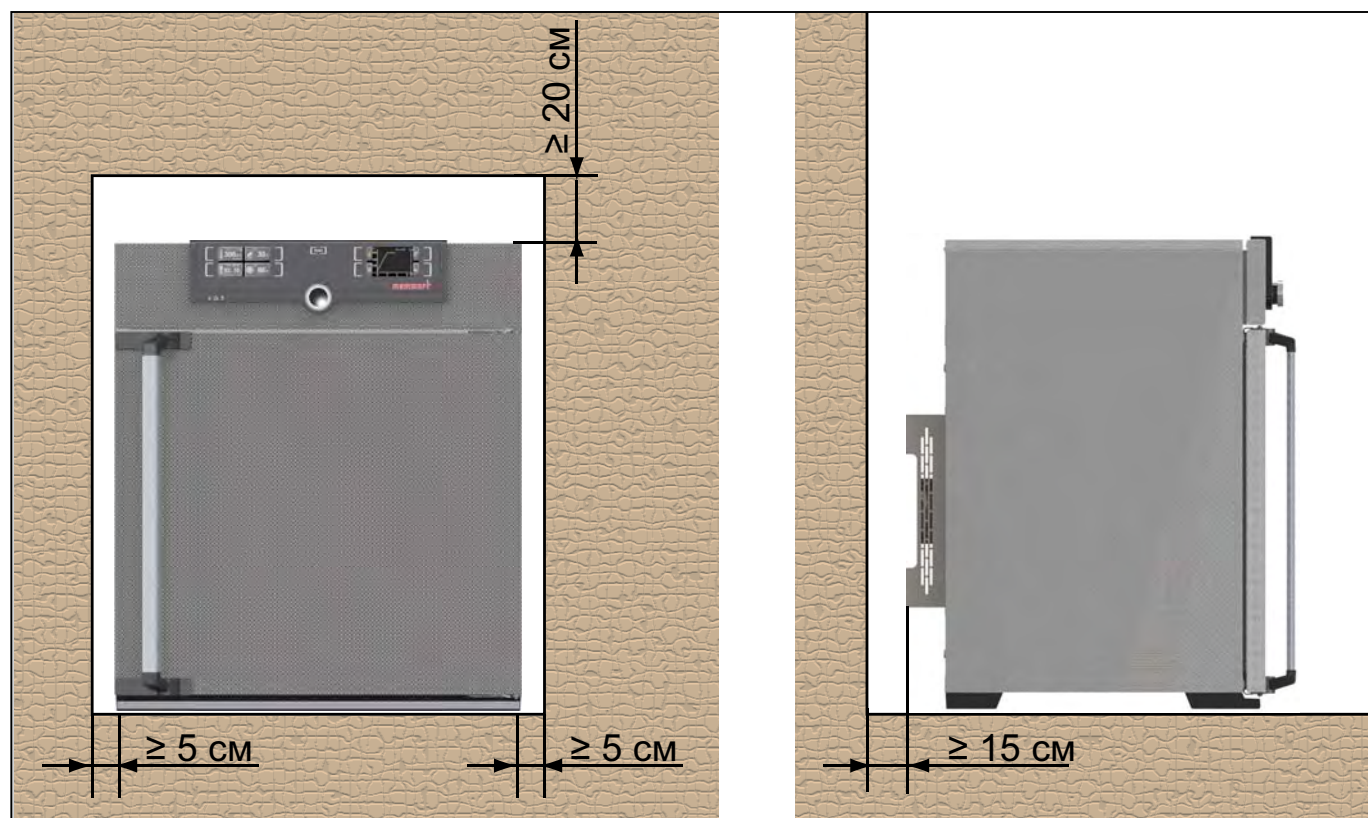

Рис. 9 Минимальные расстояния до стен и потолка
Расстояние между стеной и задней стенкой устройства должно быть не менее 15 см. Расстояние от устройства до потолка должно быть не менее 20 см, а от боковой стороны устройства до стены - не менее 5 см (Рис. 9). Постоянно должна быть обеспечена достаточная циркуляция воздуха вокруг устройства.
2. Отведите механизм защиты от опрокидывания вверх под углом 90° на необходимом расстоянии от стены (с учетом минимально допустимого расстояния, см. Рис. 9).